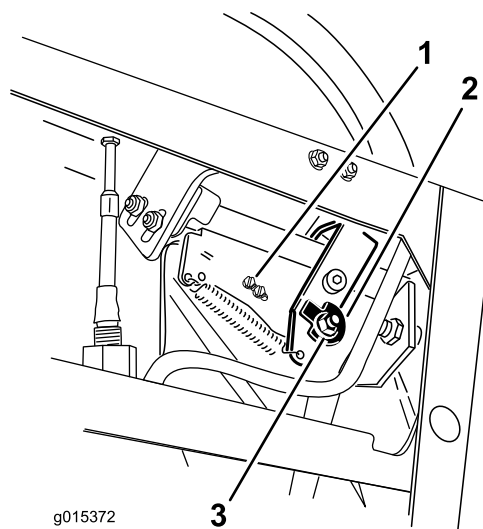
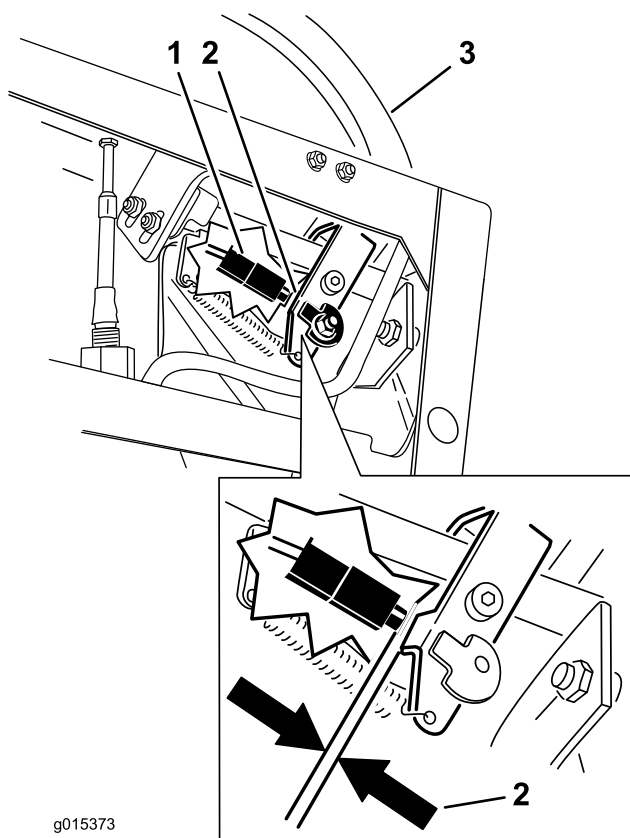

Figure 17
Figure 18
6. Desserrez l'écrou et le boulon de fixation de la came (Figure 17).
9. Vérifiez l'écartement entre le levier de commande et le contacteur comme illustré à la Figure 18. L'écartement doit être de 3 mm. quand le levier de commande de déplacement droit est en position de déverrouillage du point mort
10. Au besoin, desserrez les vis de fixation du contacteur et réglez le contacteur (Figure 17 et Figure 18).